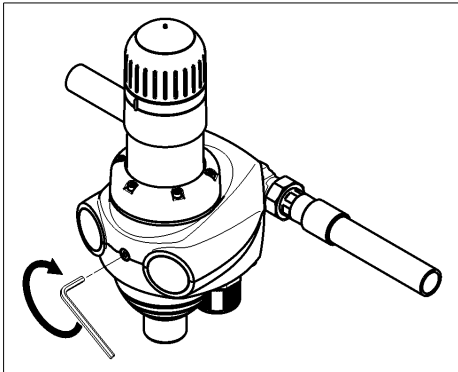

Abb. 4: Montage JPM-QC
- Die zentrale Schraube in der Frontseite mit einem Innensechskantschlüssel festschrauben (siehe Abb. 4).